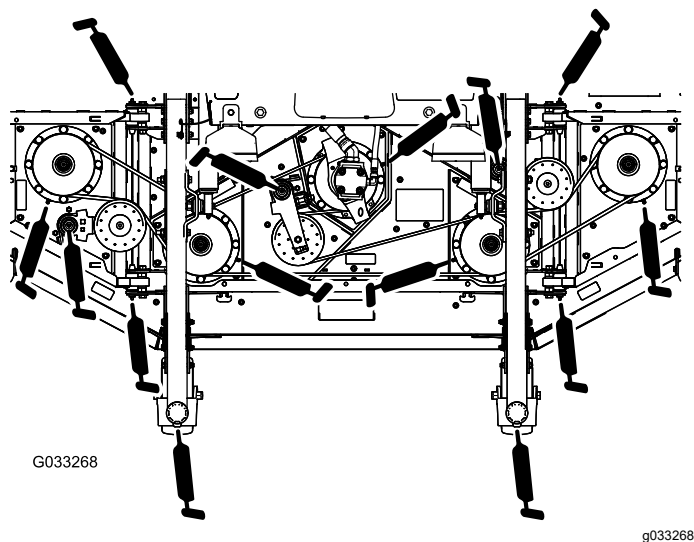

Рисунок 83
- Втулки валов вилок поворотных колес (2 шт.) (Рисунок 83)
- Подшипники шпинделей (5 шт.) (расположенные в корпусе шпинделей), как показано на Рисунок 83
- Втулки шарниров рычагов натяжных роликов (3 шт.) (расположенные на осях шарниров натяжных роликов), как показано на Рисунок 83
- Втулки винглетов передней деки (4 шт.) (расположенные на осях шарниров винглетов), как показано на Рисунок 83